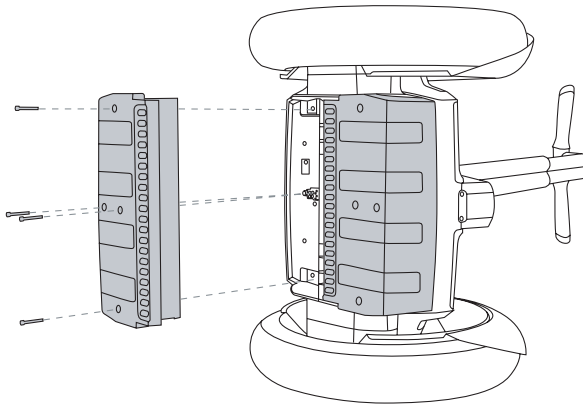

Abbildung 35. Ausbauen der Akkus
2. Kippen Sie den Segway PT auf die Seite, sodass das Rad flach auf einer sauberen, glatten Oberfläche aufliegt (siehe **Abbildung 35**).